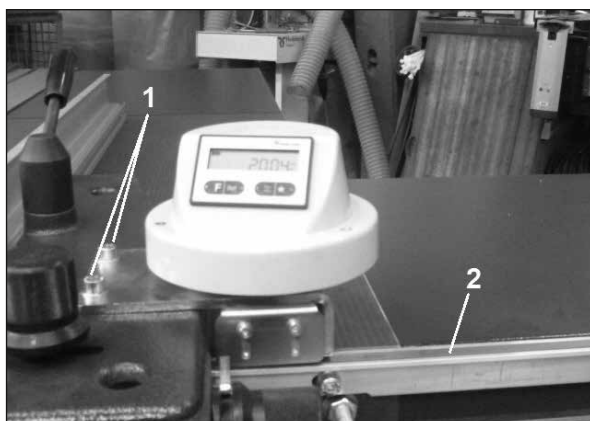

Abb.25
Magnetband-Halteprofil (2) am Sägetisch aufschrauben auf 1 mm unter Tischoberkante (Abb.25)